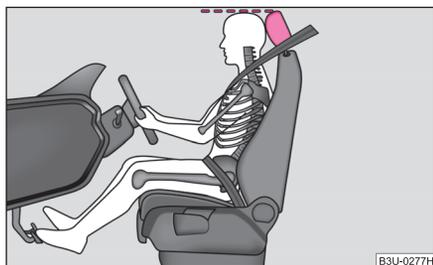

Abb. 117 Die richtige Kopfstützeinstellung des Fahrers
- Stellen Sie die Kopfstütze so ein, dass die Oberkante der Kopfstütze sich möglichst auf einer Höhe mit dem oberen Teil Ihres Kopfes befindet ⇒ Abb. 117.
- Stellen Sie die Kopfstütze so ein, dass die Oberkante der Kopfstütze sich möglichst auf einer Höhe mit dem oberen Teil Ihres Kopfes befindet ⇒ Seite 119, Abb. 117.
- Stellen Sie die Kopfstützen so ein, dass die Oberkante der Kopfstützen sich möglichst auf einer Höhe mit dem oberen Teil Ihres Kopfes befinden ⇒ Seite 119, Abb. 117.